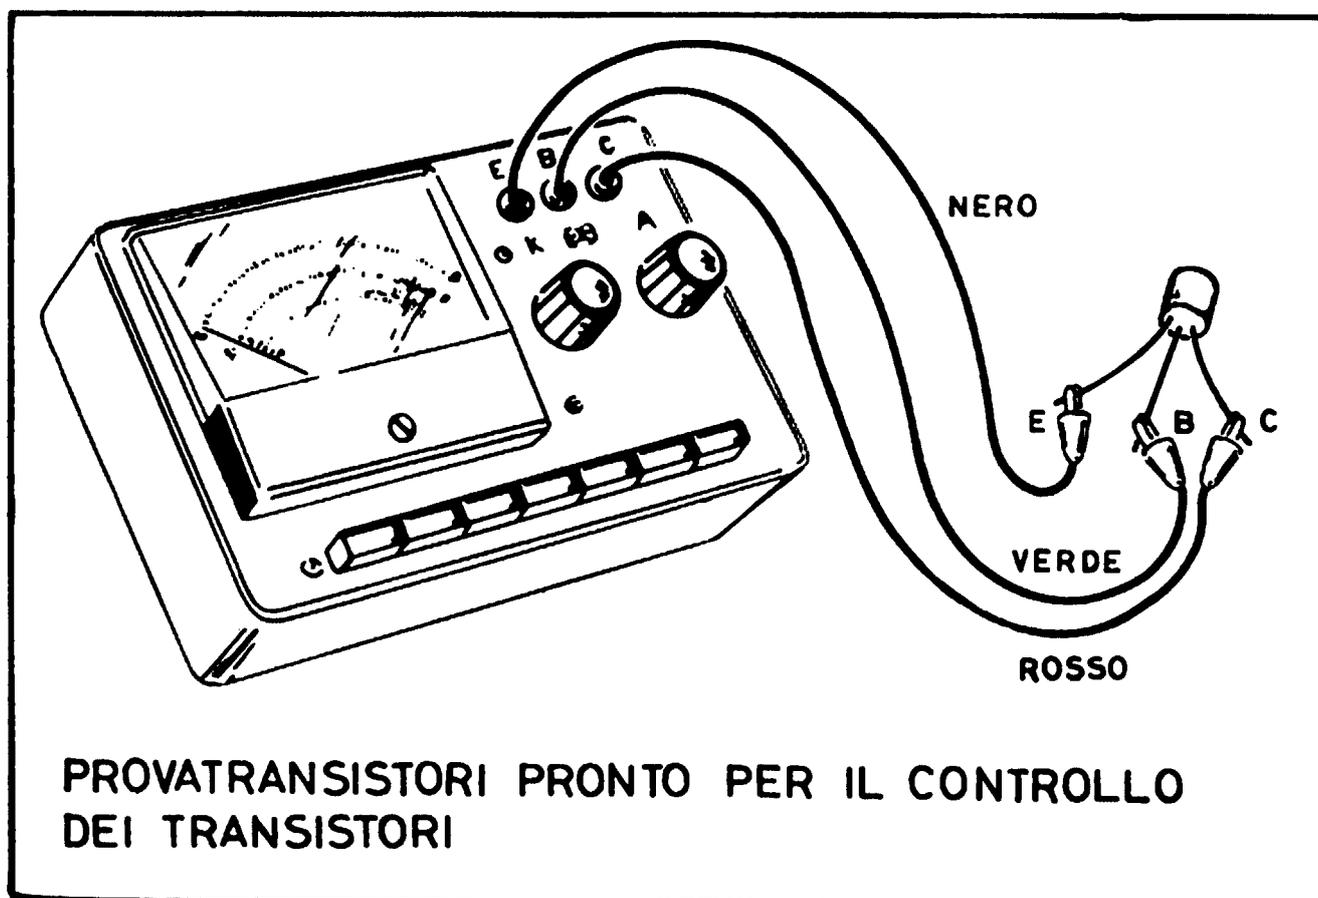

Fig. 3
2)- Recuperi il transistor BC328, oppure il transistor corrispondente a Sua disposizione, e colleghi al terminale di emettitore il coccodrillo della trecciola nera, al terminale di collettore il coccodrillo della trecciola rossa ed al terminale di base il coccodrillo della trecciola verde. Il collegamento del transistor all'apparecchio di prova deve presentarsi come indicato nella *fig. 3*.